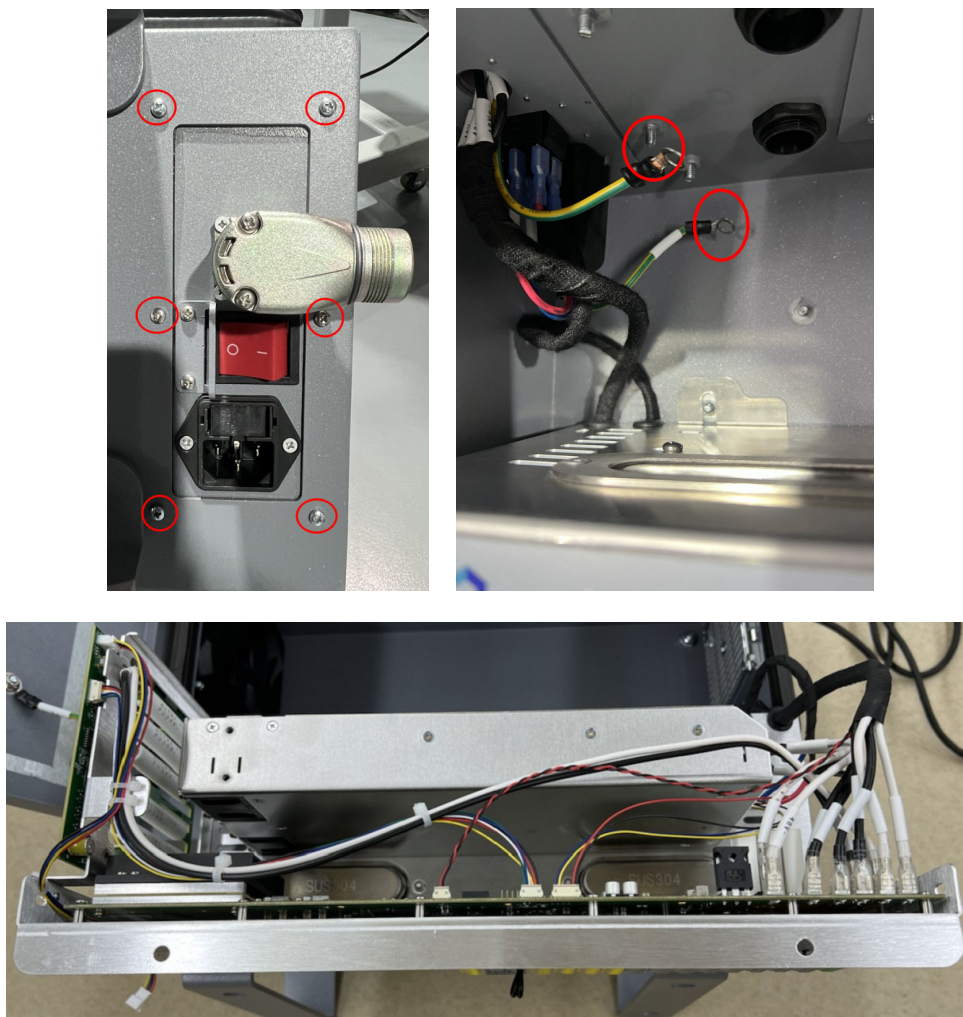

图 3-25 螺钉位置、电源接地连接位置及钣金模块放置方式
- 拆掉连接器安装板螺钉，断开电源插座和设备连接器与箱体间的接地连接，将安装钣金模块从箱体中取出来放置在箱体支架上，如图 3-25 所示；